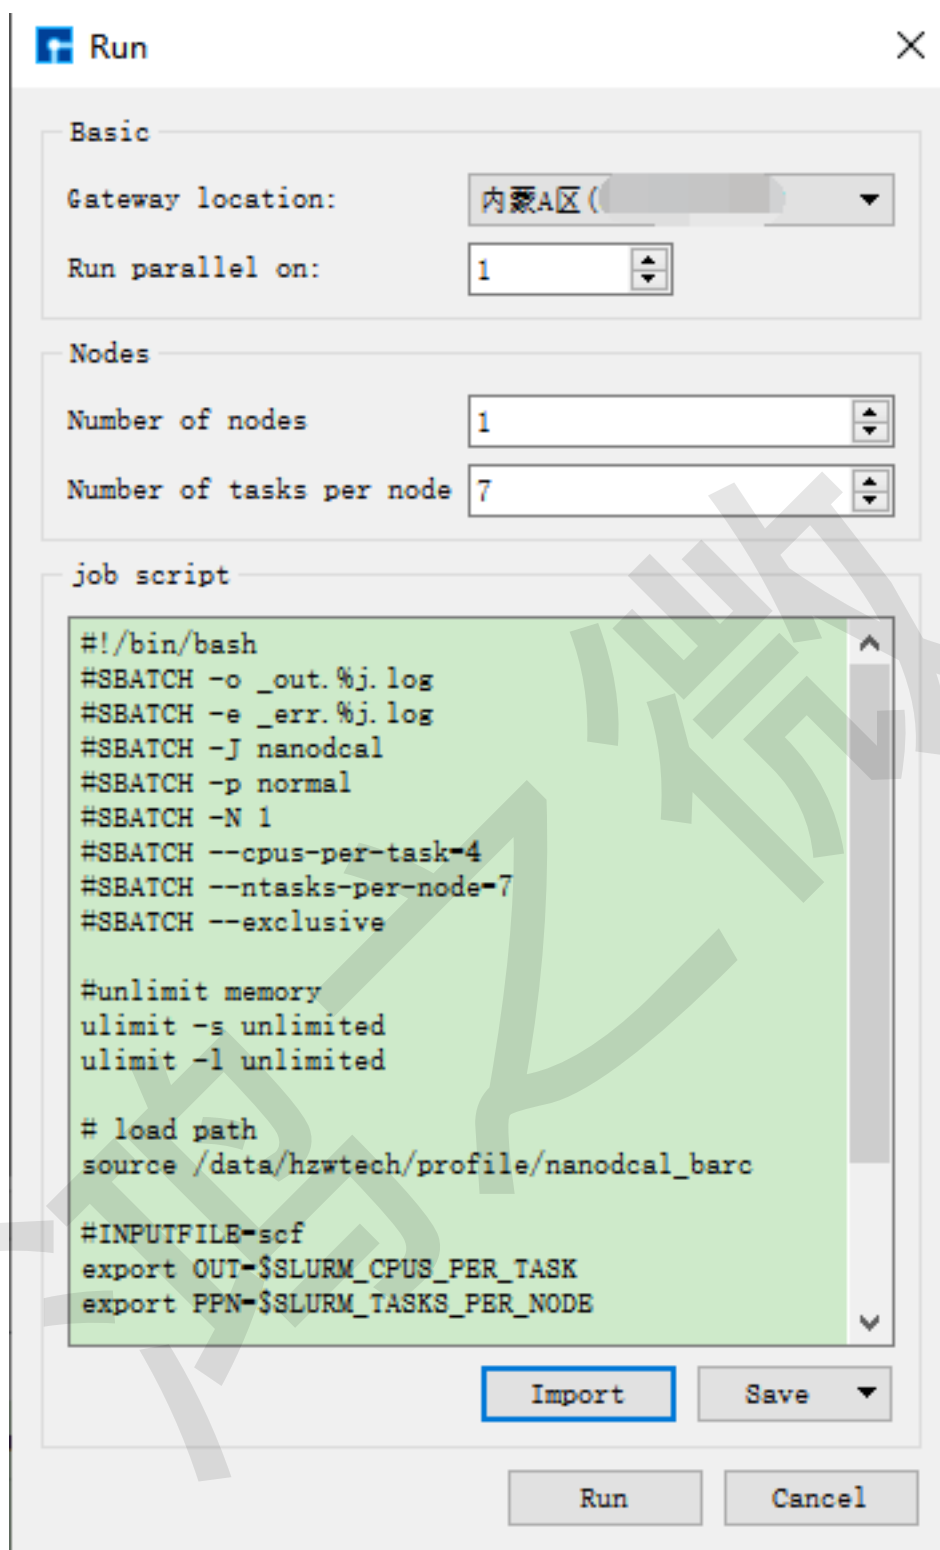

图 10.11: Run 界面
(3) 在 Device Studio 的 Project Explorer 区域选中 `scf.input` → 右击 → *Run*, 弹出 Run 界面如 图 10.11 所示。根据计算需要设置参数后点击 *Save* 按钮保存相应的脚本, 之后点击如 图 10.11 所示界面中的 *Run* 按钮则可做 Benzene 分子的自洽计算。用户可在 Job
(3) 在 Device Studio 的 Project Explorer 区域选中 `EigenStates.input` → 右击 → *Run*, 弹出 Run 界面如图 10.11 所示。根据计算需要设置参数后点击 *Save* 按钮保存相应的脚本, 点击界面中的 *Run* 按钮则可做 Benzene 分子的本征态计算, 计算完成后下载本征态计算结果文件 `EigenStates.dsfc`。